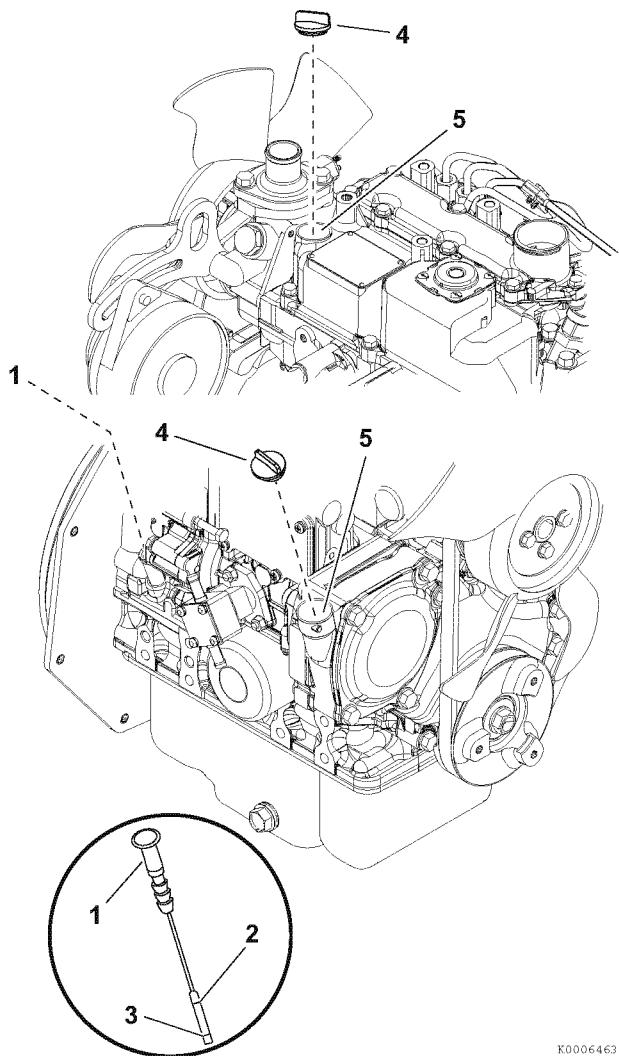

Рисунок 3
- Проверьте уровень масла в двигателе. Уровень масла должен быть между верхней (2, Рисунок 3) и нижней (3, Рисунок 3) линиями на щупе.
- При необходимости еще налейте масло в маслозаливную горловину двигателя (5, Рисунок 3).
- Установите на место крышку маслозаливной горловины (4, Рисунок 3). Если моторное масло пролилось, вытрите его чистой тканью.